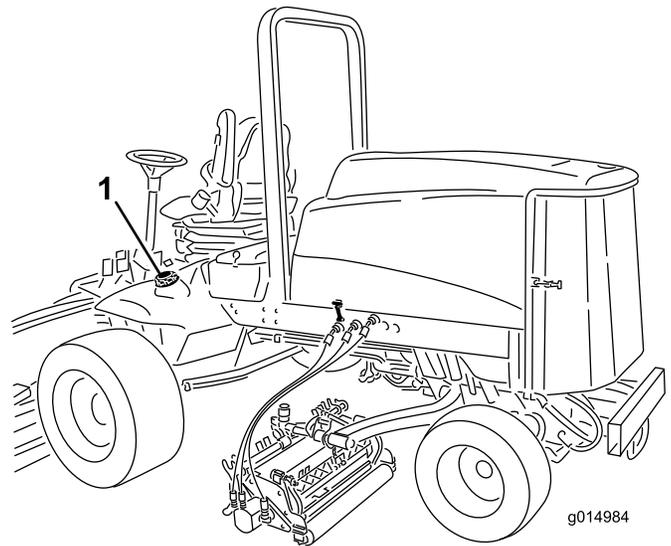

Figura 37
1. Retire el tapón del depósito de combustible (Figura 37).